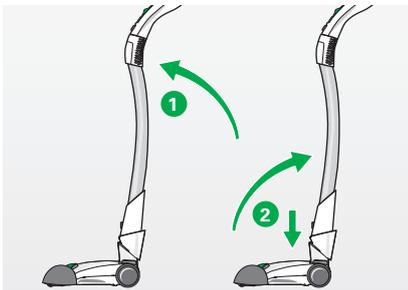

Bild 2.5 Parkposition, Saugposition
- Stellen Sie das Kobold ESR270 Elektroaugrohr dafür senkrecht ① (Bild 2.5 auf S. 16) und kippen Sie es leicht nach vorn, sodass es im Gelenk des Vorsatzgerätes einrastet.
- Halten Sie das Vorsatzgerät mit dem Fuß fest ② (Bild 2.5 auf S. 16) und kippen Sie das Elektroaugrohr zurück, sodass es hörbar aus der Parkposition ausrastet.